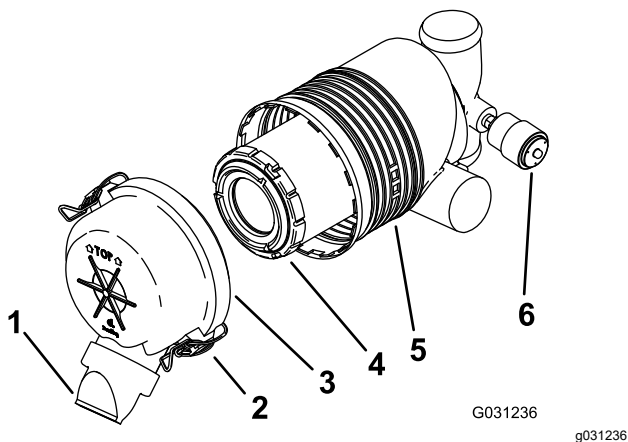

Figure 41
Important: Remplacez le filtre à air uniquement quand l'indicateur de colmatage est rouge (Figure 41). Ne remplacez pas le filtre à air plus fréquemment que nécessaire ; cela ne fait qu'accroître le risque de contamination du moteur par des impuretés quand le filtre est déposé.
5. Déverrouillez le filtre à air et détachez le couvercle du boîtier du filtre (Figure 41).
- Si l'indicateur de colmatage est transparent, reposez le couvercle du filtre à air, en orientant le capuchon protecteur vers le bas, et fermez les verrous (Figure 41).
- Sortez l'élément filtrant du boîtier du filtre à air avec précaution (Figure 41).
- Posez l'élément filtrant avec précaution (Figure 41).
- Reposez le couvercle du filtre à air, le capuchon protecteur orienté en bas, et fermez les verrous (Figure 41).